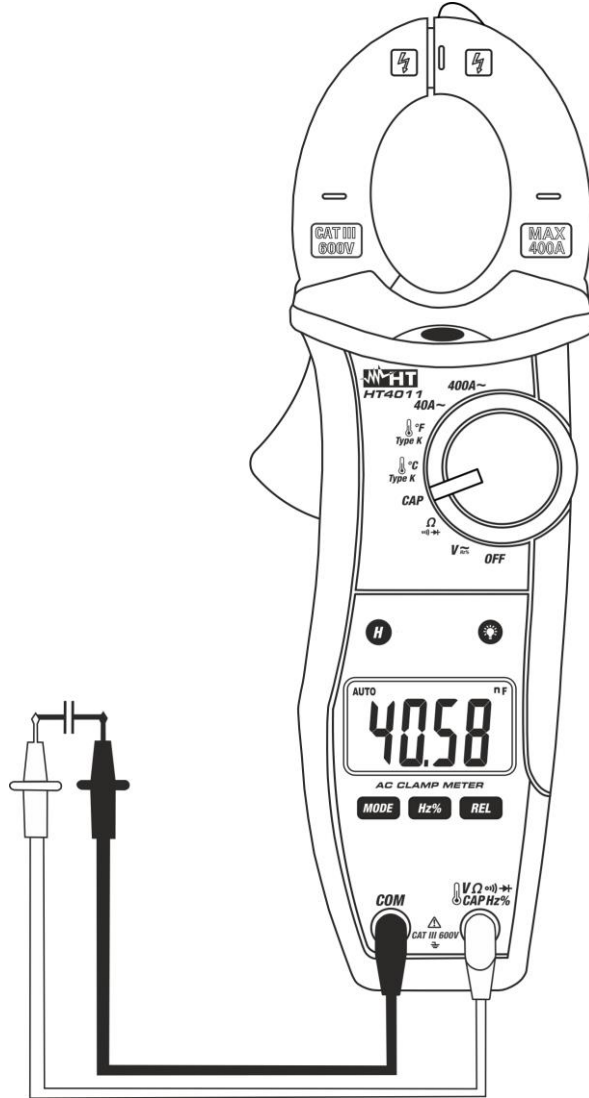

Fig. 8: Uso de la pinza para medida de Capacidades
3. Posicione las puntas de prueba en los puntos deseados del circuito en examen (vea Fig. 8). El valor de las capacidades se mostrará en pantalla